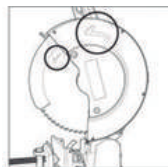

Fig. 6
- Coloque el disco sobre la brida interna y el mandril, asegurándose de que la dirección de la flecha del disco coincida con la dirección de la flecha del protector (Imagen 6)